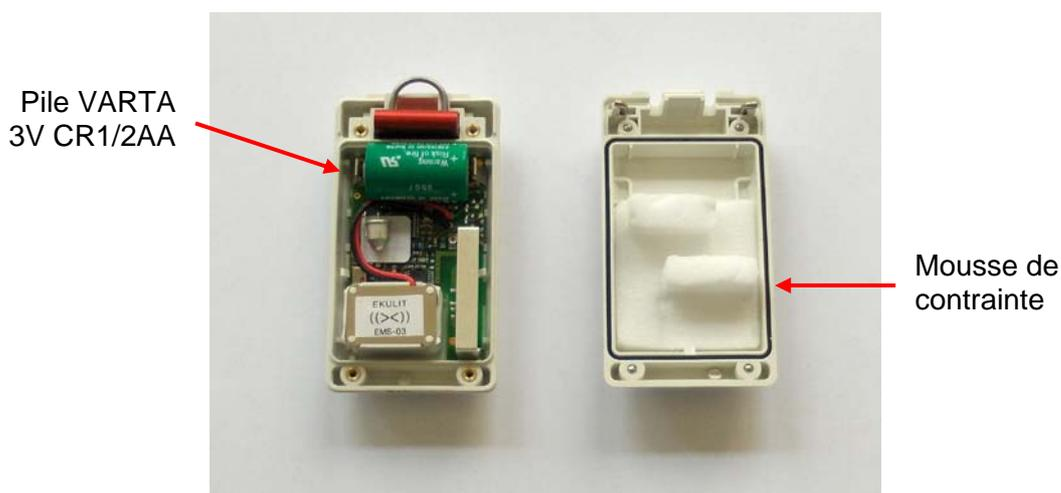

Fig. 4. Ouverture du Détecteur ManDown
- Remettre la mousse de contrainte en place (Fig. 4. Ouverture du Détecteur ManDown)